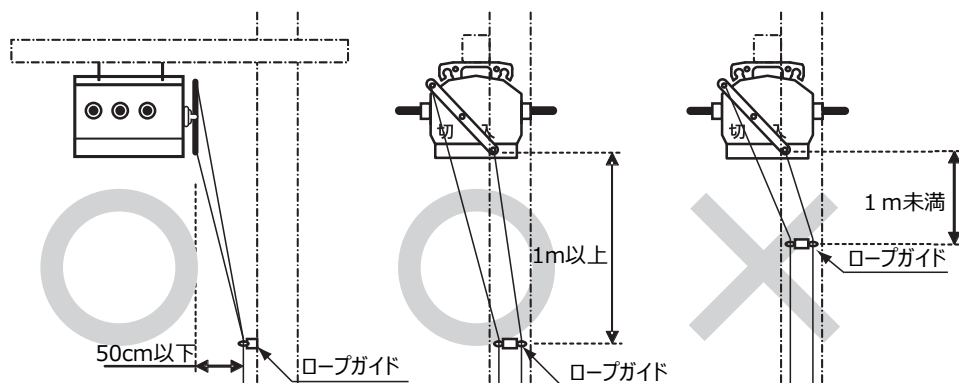

図8
- ⑥ロープガイドは適切な場所に設置してください。(操作ハンドルとの水平離隔距離は50cm以下、操作ハンドル下方穴位置からの垂直距離1m以上)
- また、設置後、入・切操作が操作用ロープでスムーズに行えることを確認してください。(図8)